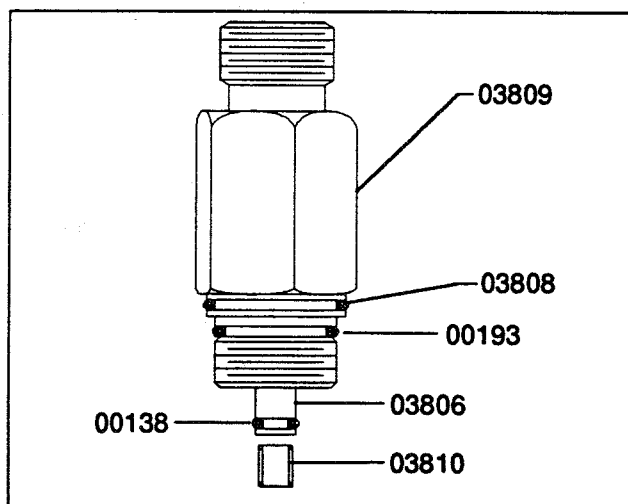

Figure 14
5.0 AUXILIARY OUTLET DISASSEMBLY/ REASSEMBLY - RIGHT SIDE, FRONT OF MICROBLENDER (FIGURE 14)